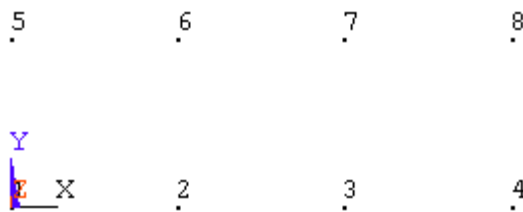

图2.27 复制生成的节点
(6) 此时可以看到图形视窗中已经自动生成了节点 5 到节点 8，总共 8 个节点，如图 2.27 所示。